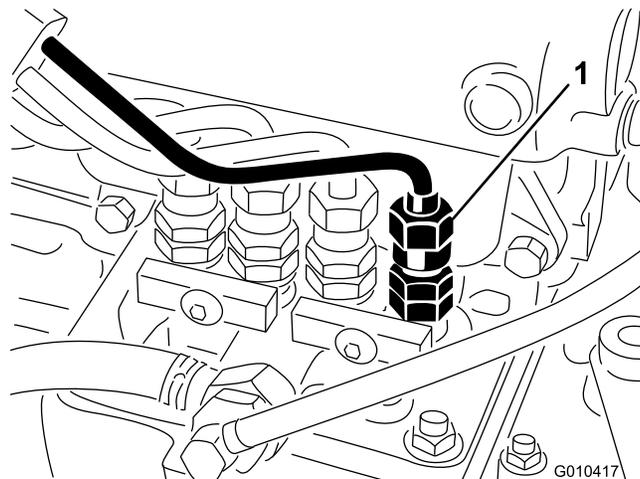

図 36
1. 燃料噴射ポンプのNo.1インジェクタノズル 図 36へのパイプ接続部をゆるめる。